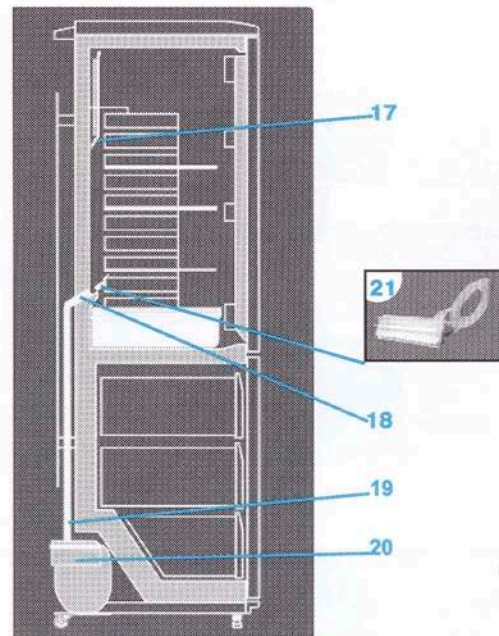

Рис. 5.
Мясо, рыбу, колбасные изделия рекомендуется хранить на нижней полке. Прошедшие кулинарную обработку продукты охладите до комнатной температуры и храните на верхней полке. Овощи и фрукты храните в индивидуальных сосудах. Напитки, молочные продукты, сыр, яйца храните в отделениях панели двери. Не накрывайте полки бумагой или другими материалами, препятствующими циркуляции воздуха. Размораживание холодильной камеры автоматическое. Вода от размораживания стекает в лоток на задней стенке камеры и через патрубок 18 и трубку 19 (рис. 5) попадает в
7.1. В вашем холодильнике предусмотрено автоматическое удаление снегового покрова с испарителя 17 (рис. 5), расположенного на задней стенке холодильной камеры. Это означает, что каждый раз в период остановки компрессора испаритель покрывается каплями воды, которая по трубке 19 (рис. 5) стекает в сосуд 20 и испаряется при температуре окружающей среды. Такое периодическое оттаивание снегового покрова с испарителя холодильной камеры является обязательным и служит доказательством нормального функционирования холодильника. Частота и продолжительность циклов оттаивания зависят от установки ручки терморегулятора, загрузки холодильника продуктами, температуры окружающей среды.
7.2. Во время эксплуатации Вашего холодильника может произойти попадание мелких частиц продуктов и их упаковки в патрубок 18 (рис. 5), что приведет к засорению системы отвода воды и появлению ее внутри холодильной камеры. Частично для предотвращения засорения системы служит специальная предохранительная решетка 21, которую необходимо в процессе каждой уборки извлекать и промывать водой из-под крана. Если все же произошло засорение, необходимо произвести промывание системы слива. Для этого удалите предохранительную решетку 21 и медленно залейте стакан горячей воды в отверстие для слива воды (можно использовать спринцовку). Извлеките сосуд для сбора талой воды 20 (рис. 5), вылейте воду и установите его на место. Повторите эту операцию несколько раз до тех пор, пока вода в сосуде не будет чистой.